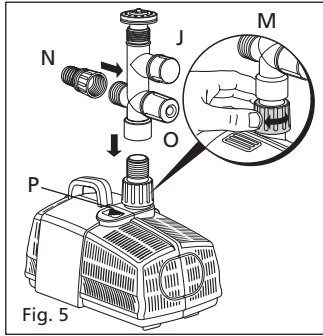

Fig. 5
3. Wysokość fontanny reguluje się przekręcając śrubę regulatora przepływu. Zob. rys. 5 (J).
6. Złącze kulowe u dołu trójnika służy do wyregulowania ustawienia fontanny w pozycji pionowej. (zob. rys. 5, M).
2. Podłączyć odpowiedni odcinek węża o średnicy 25 mm (1") do gwintowanej końcówki węża, rys. 5 (N) i zamocować odpowiednią opaską zaciskową, umieszczając na wylotowym końcu węża w żądanym miejscu.
3. Aby zapewnić maksymalne natężenie przepływu w wodospadzie nakręcić gwintowaną końcówkę węża bezpośrednio na wylot pompy. W niektórych instalacjach konieczne będzie wyregulowanie przepływu. W takim wypadku należy przykręcić trójnik do wylotu pompy, nakręcić gwintowaną końcówkę na występ na wylocie wodospadu oraz wyregulować przepływ przy pomocy regulatora na wodospadzie, rys. 5 (O).
2. Przytrzymując pompę jedną ręką, nacisnąć przycisk (P) na wierzchu pompy i otworzyć kłatkę filtra siatkowego. Zob. rys. 5.